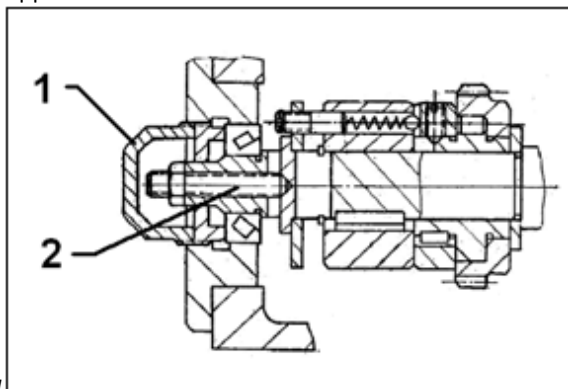

Рис.21
Для регулировки предохранительной муфты снимите крышку корпуса (1, Рис.21) и отрегулируйте винт (2).